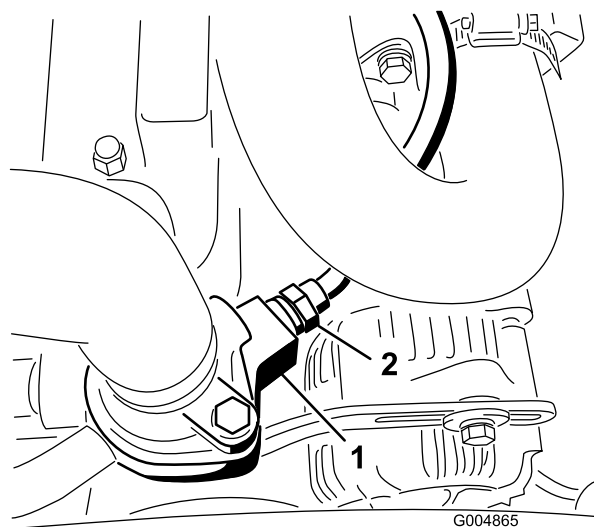

Figura 23
19. Desconecte el cable y retire el interruptor del lado derecho del alojamiento del termostato del motor (Figura 23).